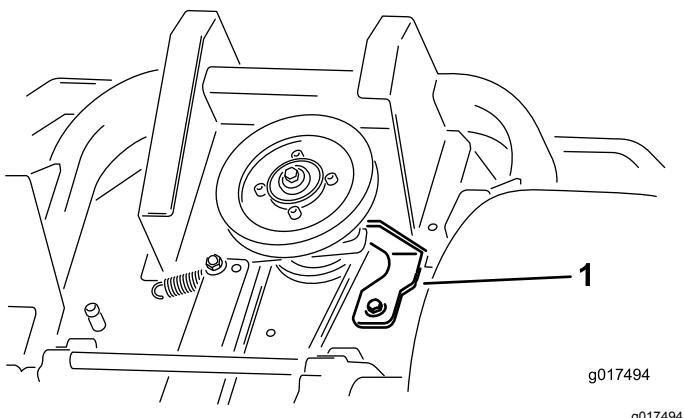

Figura 63
5. Togliete l'arresto della frizione (Figura 63).